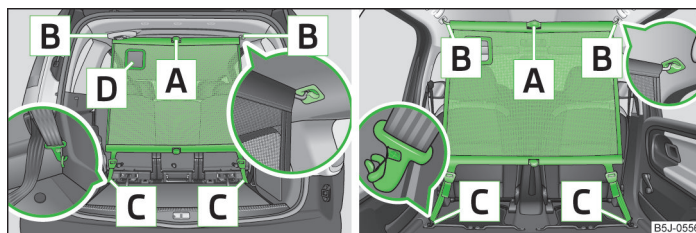

Abb. 48 Netztrennwand hinter den Rück-/Vordersitzen verwenden
- › Die Querstange in die Aufnahme **B** » Abb. 48 erst auf der einen Seite setzen und nach vorn drücken. Auf gleiche Weise die Querstange auf der anderen Seite in die Aufnahme **B** setzen.
- › Die Gurte auf beiden Seiten lösen und die Karabiner **C** aushängen » **Abb. 48**.
- › Auf die rote Taste des Gelenks **A** » **Abb. 48** drücken - das Gelenk löst sich.
Die Öffnung **D** » **Abb. 48** in der Netztrennwand dient zur Durchführung des Dreipunkt-Sicherheitsgurts » **Seite 136**, *Sicherheitsgurt für den hinteren mittleren Sitz*.